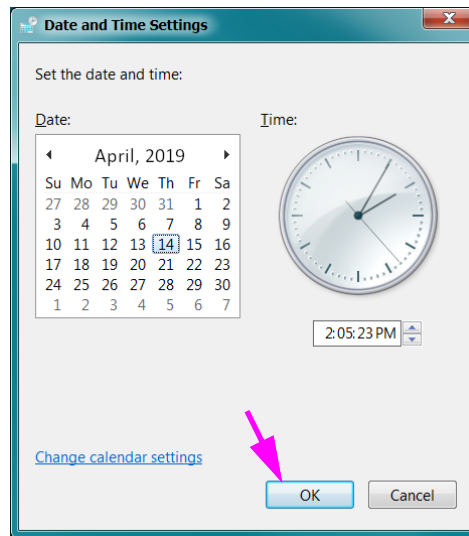

Figura 2-32. Caseta de dialog Setări pentru dată și oră
2. Faceți clic pe butonul **Modificare dată și oră... (Change Date and Time...)**. Apare caseta de dialog **Setări pentru dată și oră (Date and Time Settings)**. Consultați Figura 2-32.